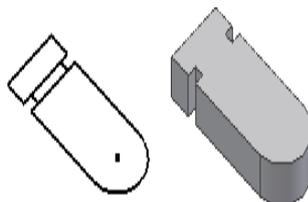

Figura 28. Antes y después de la extrusión.
12. En la ficha **Más**, introduzca un ángulo de inclinación si es necesario. En la ventana gráfica, una flecha indica la dirección de inclinación. Pulse **Aceptar**. El boceto se extruirá. Como lo muestra la figura 28.